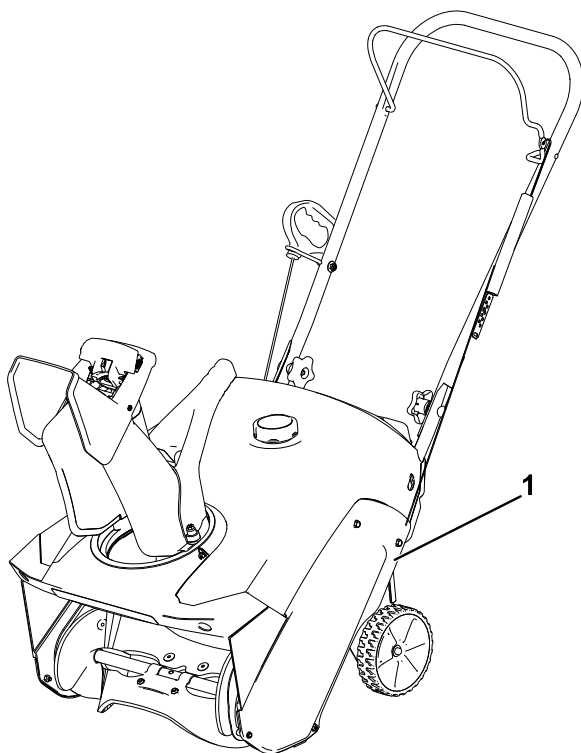

Figura 26
- Retire los 4 pernos que sujetan la cubierta de la correa de transmisión (Figura 26).